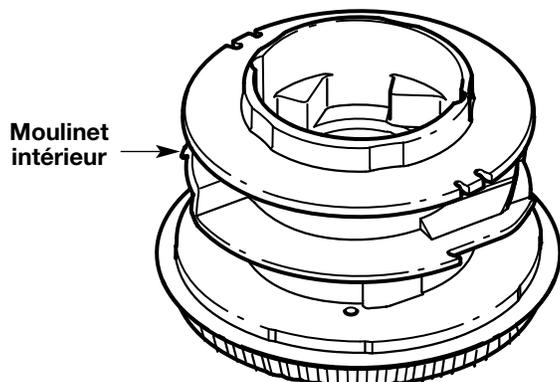

Fig. 23
- Retirez tout le fil du moulinet intérieur avant de nettoyer. Enlevez tout débris ou trace d'herbe du bouton, du ressort, du moulinet et du joint en mousse. Lavez le moulinet intérieur avec de l'eau tiède savonneuse (Fig. 23).